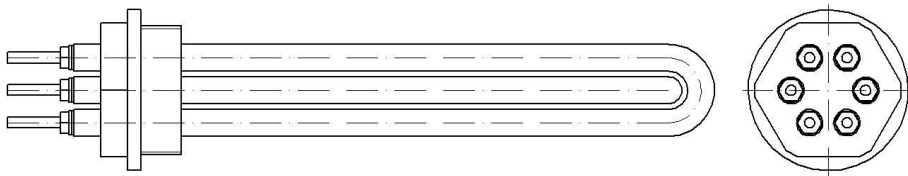

Рисунок 1. Трубчатый электронагреватель блочный ТЭНБ
Блок ТЭНов (Рис. 1) или Трубчатые Электрические Нагреватели Блочные (далее по тексту – ТЭНБ), предназначены для нагревания воды или антифризов для систем отопления. ТЭНБ представляет собой фланец с наружной резьбой, в который герметично запрессованы трубчатые электронагреватели с резьбовыми выводами (M4). Фланец имеет трубную цилиндрическую резьбу по ГОСТ 6357-81 G 1½" и шестигранник под ключ (50мм).
- Периодически (не реже одного раза в год и перед каждым отопительным сезоном) проводить визуальный осмотр электрических контактов, зачищать их и производить протяжку с усилием: - гаек на контактных стержнях ТЭН и винтов контактов контакторов с усилием 2.0 Нм (см.Рис.1,2);